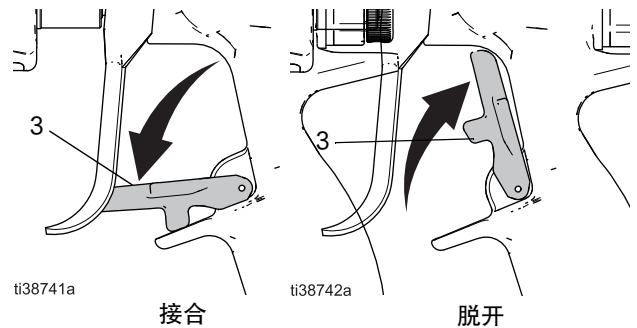

图 12: 扳机锁位置
2. 锁上扳机锁 (3)。参见图 12 (第 15 页)。
3. 取下空气帽组件 (8) 和喷嘴 (7)。
1. 锁上扳机锁 (3)。参见图 12。
4. 松开扳机锁 (3)。参见图 12。
6. 锁上扳机锁 (3)。参见图 12。
7. 如果怀疑喷嘴 (7) 或喷枪流体供应软管 (G) 堵塞或未完全泄压、则应:
- a. 非常缓慢地松开固定环 (8b) 或软管末端的接头 (22) 来逐步泄压。
- b. 直至最后完全拧松螺母或接头 (22)。